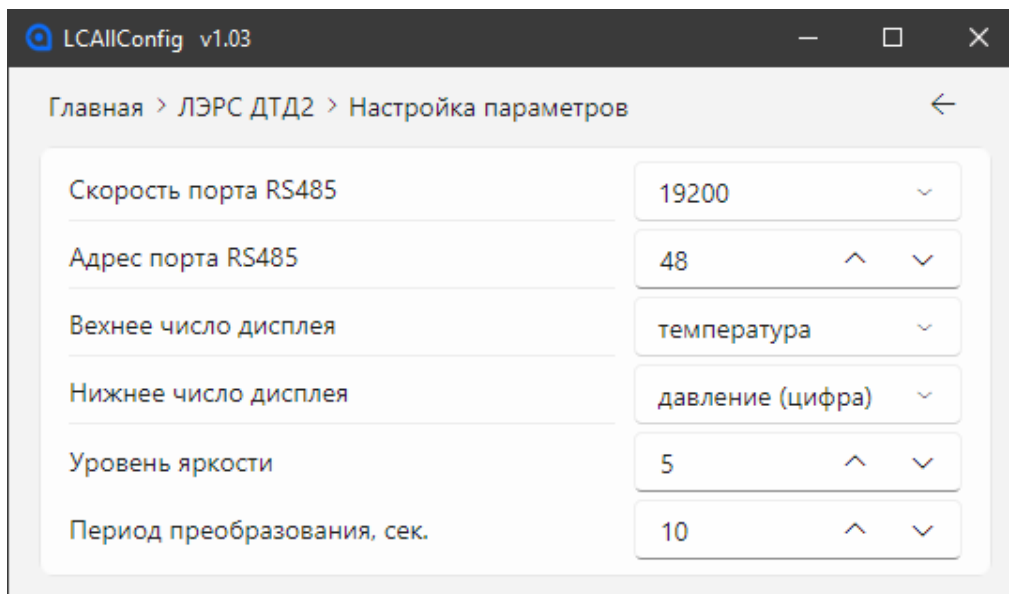

Рисунок 4.5. Утилита LCAIConfig – Настройка общих параметров
4. Перейти в раздел меню «Настройка параметров». Настроить общие параметры устройства (рис. 4.5).